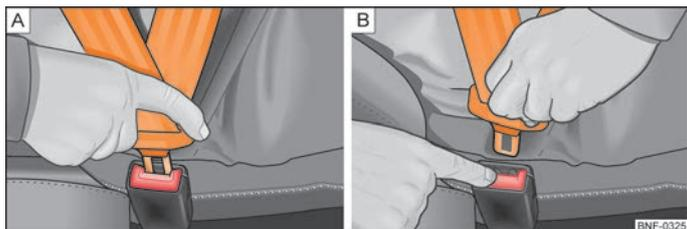

Abb. 74 **A** - Schloßzunge des Sicherheitsgurts in das Gurtschloß einstecken / **B** - Schloßzunge vom Gurtschloß lösen
- Stecken Sie die Schloßzunge in das zum Sitz gehörende Gurtschloß ⇒ Abb. 74 - **A**, bis sie hörbar einrastet.
- Drücken sie die rote Taste im Gurtschloß ⇒ Abb. 74 - **B**, die Schloßzunge springt heraus.